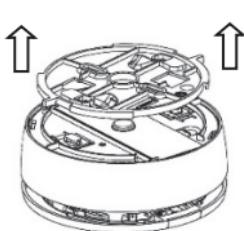

Figura 5
2. Rimuovere la staffa di fissaggio in plastica dal rivelatore (*vedi Figura 5*).
1. Rimuovere la staffa plastica di montaggio dal rivelatore (*vedi Figura 5*).